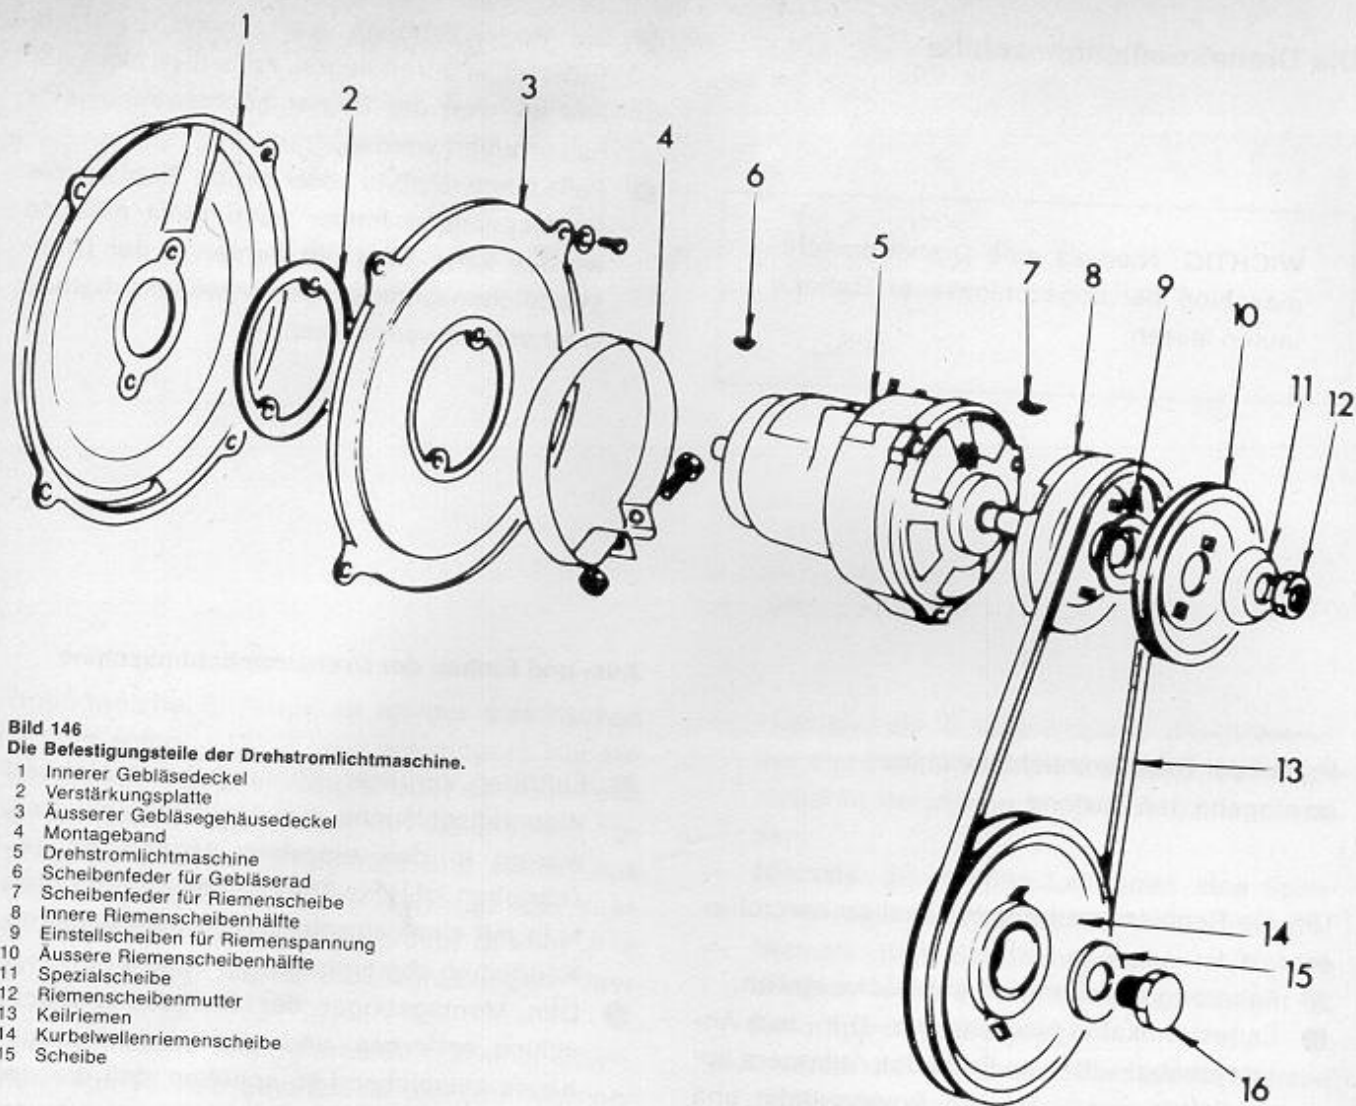

Bild 146
- Gebläserad gegenhalten und die Spezialmutter vom Ende der Welle abschrauben. Federscheibe, zwei Abstandsscheiben, Gebläserad, den Gehäusedeckel, eine zweite Scheibe und die Gebläseradnabe von der Welle der Lichtmaschine herunterziehen. Bild 146 zeigt die Teile der ausgebauten Drehstromlichtmaschine.